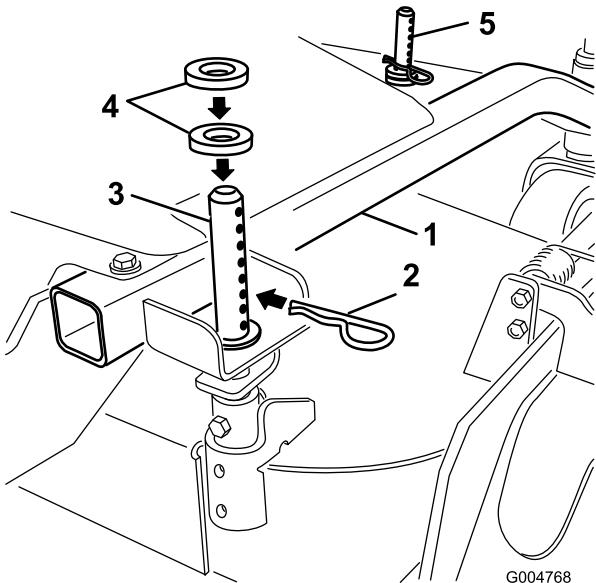

Figure 12
1. Choisissez le trou et le nombre d'entretoises correspondant à la hauteur de coupe voulue (Figure 12).
2. À l'aide de la poignée, soulevez le côté du plateau de coupe et enlevez la goupille fendue (Figure 12).
3. Ajoutez ou enlevez des entretoises selon les besoins, alignez les trous et insérez les goupilles fendues (Figure 12).